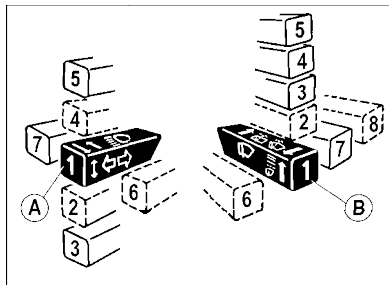

Рис. 24. Подрулевые переключатели
**Положения рычага “А”** (рис. 24) переключателя указателей поворота и света фар означают: